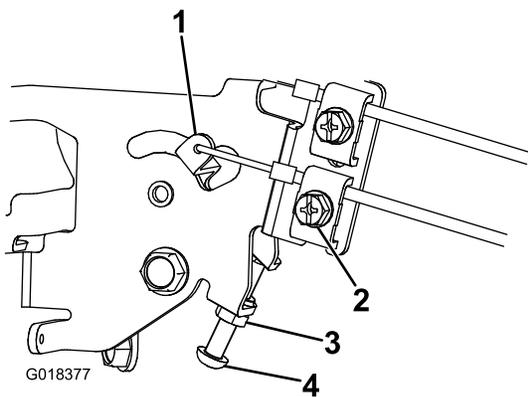

Figura 9
1. 1. Allentate i dado di bloccaggio e svitate di alcuni giri la vite della minima superiore. Quando impostate il regime del motore su unità di potenza collegate ai modelli 02710 e 02711, sostituite la vite della minima superiore con la vite M5 x 50 della minima superiore fornita con i suddetti modelli (Figura 9).
3. Girate la vite della minima superiore fino a portarne l'estremità in leggero contatto con la leva di comando della velocità, quindi serrate il dado di bloccaggio (Figura 9).